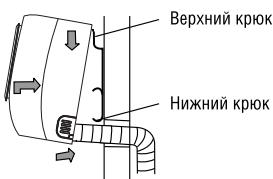

Рис. 8
- Сдвиньте нижний край внутреннего блока вверх к стене. Затем слегка подвигайте блок вверх-вниз и вправо-влево, чтобы проверить, надежно ли он прикреплен к стене (рис. 8).